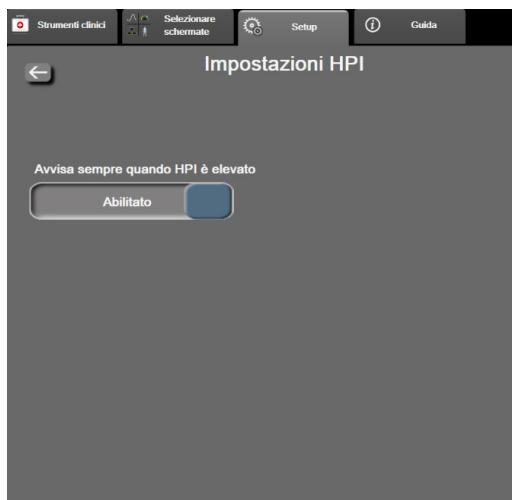

Figura 14-4 Impostazione parametri – Indice di previsione dell'ipotensione
- 5 Per passare all'opzione **Disattivato**, toccare il pulsante di commutazione **Avvisa sempre quando HPI è elevato**. Vedere la figura 14-4.